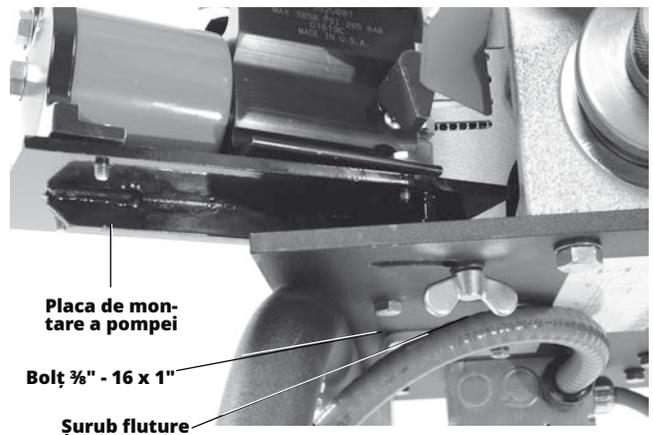

Figura 6 – Montarea pompei hidraulice
7. Plasați placa de montare a pompei peste orificiul și fanta de pe partea comutatorului de la 918-I. Din partea inferioară a plăcii de bază, inserați bolțul $\frac{3}{8}$ " – 16 x 1" cu șaiba în orificiu și înșurubați-l în placa de montaj a pompei (Figura 6).